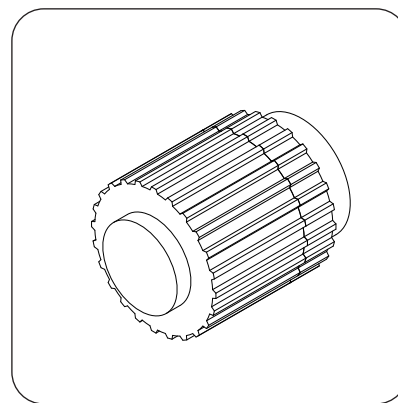
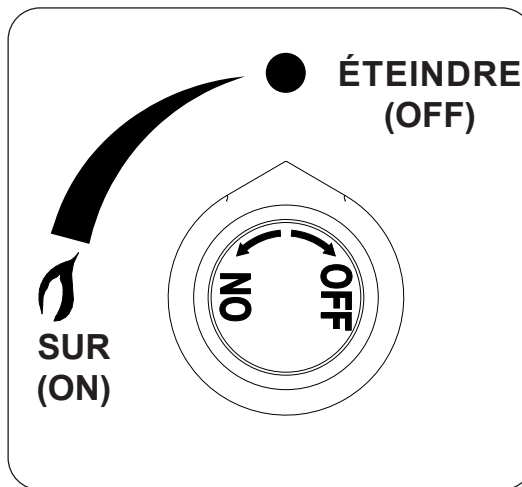

Fig. 46-1 Détail du bouton d'allumage
Fig. 46-2 Détail du bouton de commande
- 2. Localisez le panneau de commande sur le côté de l'appareil (consultez la LISTE DES PIÈCES D'IDENTIFICATION si nécessaire), et identifiez le bouton d'allumage (Fig. 46-1) et le bouton de commande du gaz (Fig. 46-2). Assurez-vous que le bouton de commande du gaz est en position **OFF** (**éteindre**) avant de commencer la séquence d'allumage.
Pour éteindre votre brûleur à gaz, tournez le bouton de commande du gaz dans le sens des aiguilles d'une montre jusqu'à la position **OFF (éteindre)** (voir Fig. 46-2). Assurez-vous que le bouton de commande est complètement éteint pour éviter toute fuite de gaz.